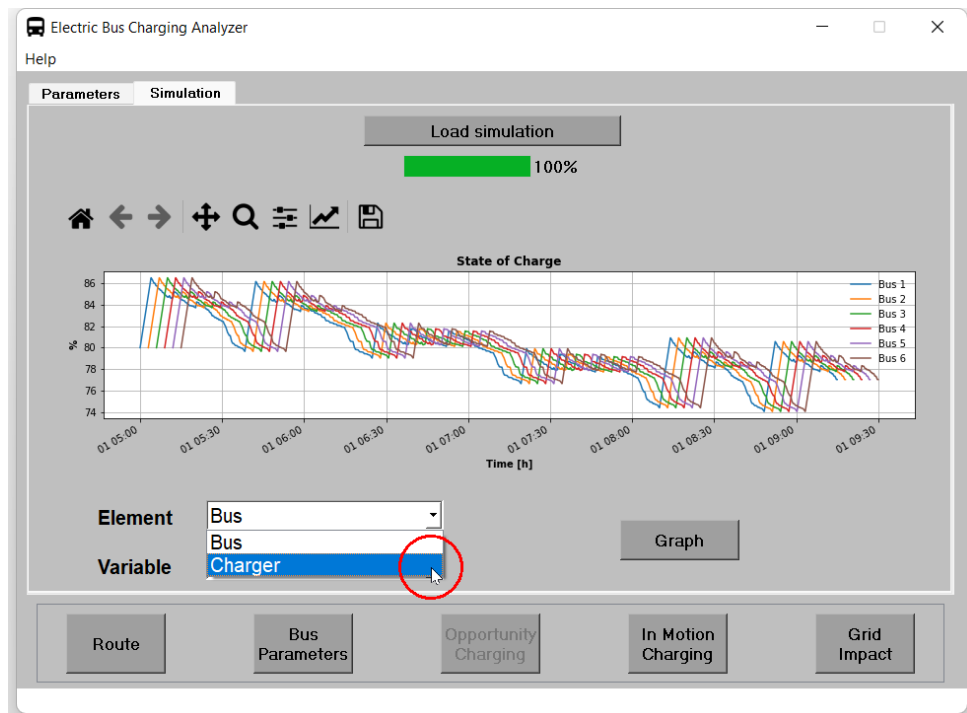

Figura 34: Cambiar elemento de simulación.
6. Luego, se selecciona el elemento Charger con en la figura 34.